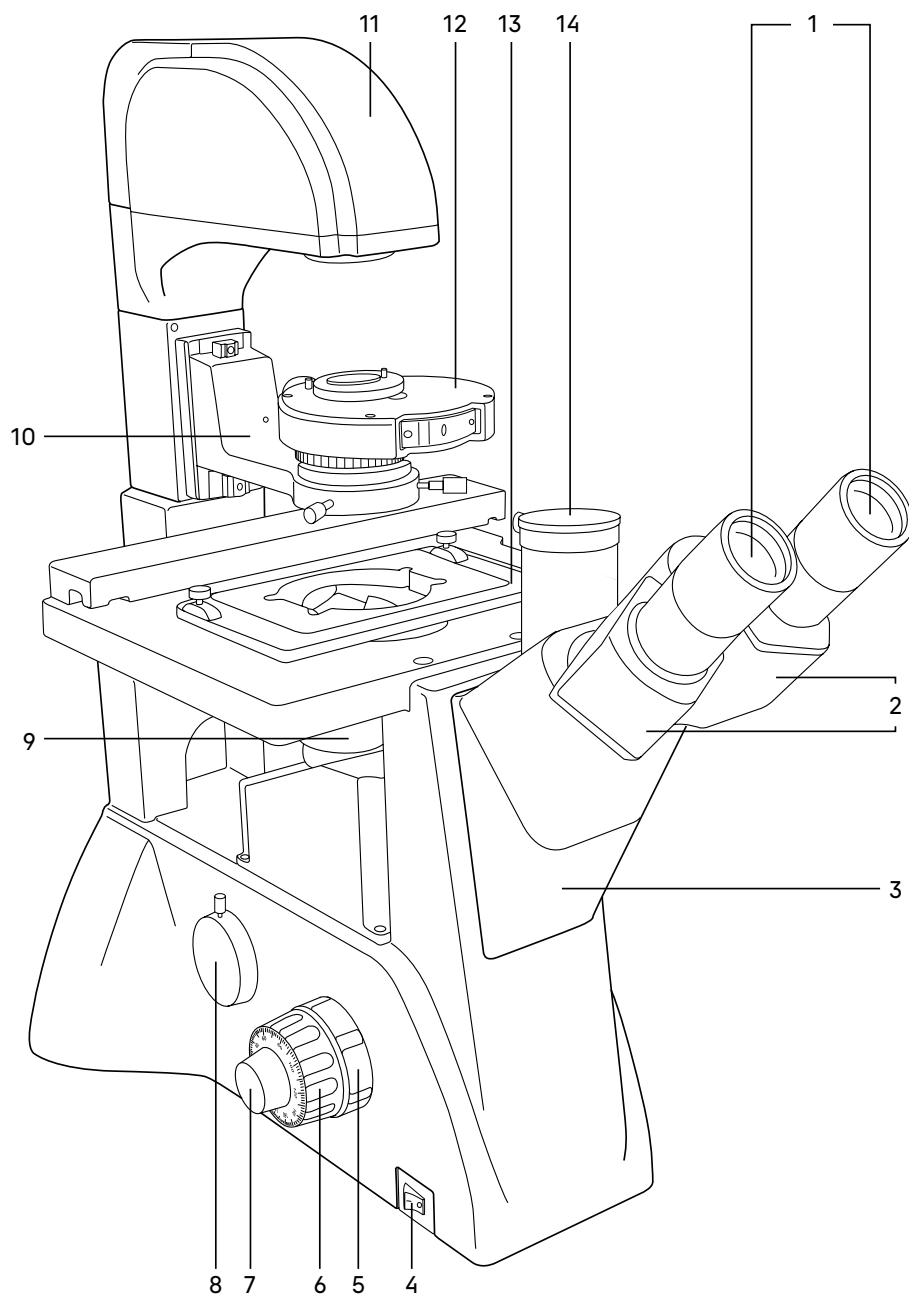
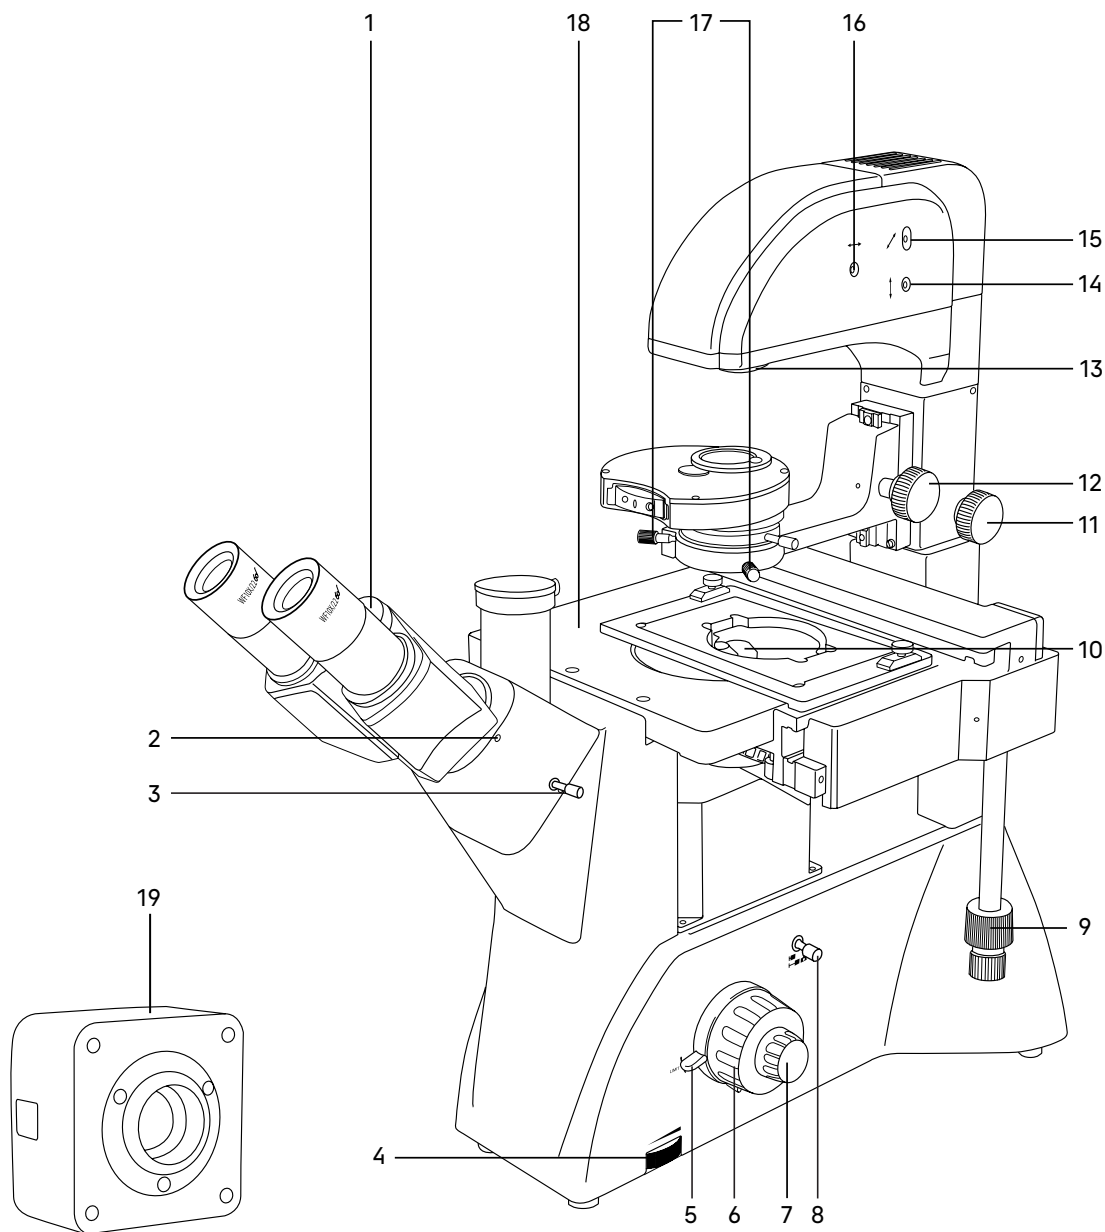

Рис. 1. Микроскоп MAGUS Bio VD350. Вид слева
Рис. 2. Микроскоп MAGUS Bio VD350. Вид справа
Общий вид микроскопа представлен на рис. 1 и 2.
Штатив имеет устойчивую эргономичную конструкцию. На штативе 3 (рис. 1) микроскопа закреплены:
- револьвер 9 (рис. 1) с объективами;
- предметный столик 18 (рис. 2);
- кронштейн конденсора 10 (рис. 1);
- осветитель 11 (рис. 1);
- визуальная насадка 2 (рис. 1).
На левой боковой поверхности штатива расположен выключатель 4 (рис. 1) сетевого напряжения. В положении «←» включается, а в положении «0» выключается сетевое напряжение.
На правой боковой поверхности штатива расположен диск 4 (рис. 2) для регулировки напряжения питания источника света.
На левой боковой поверхности штатива расположен канал визуализации 8 (рис. 1) для установки камеры. Микроскоп укомплектован адаптером C-mount 1x, который устанавливается в этот канал и закрепляется в нем винтом. На адаптер устанавливается камера. Камера служит для вывода изображения на экран компьютера или монитор/телевизор.
Фокусировка на объект осуществляется перемещением по высоте револьверного устройства с объективами. Грубая фокусировка производится вращением коаксиальных рукояток 6 (рис. 1, 2), расположенных по обеим сторонам штатива.
Тонкая фокусировка производится вращением рукояток 7 (рис. 1, 2), расположенных по обеим сторонам штатива. Тонкая фокусировка требуется для более точного фокусирования на объект и для подфокусировки микроскопа на резкость изображения при смене объективов и препаратов.
Механизм регулировки жесткости хода грубой фокусировки 5 (рис. 1) – кольцо между штативом и рукояткой грубой фокусировки с левой стороны. С помощью кольца регулируется жесткость хода грубой фокусировки так, чтобы жесткость была комфортной для пользователя, но при этом револьвер с объективами не опускался самопроизвольно во время работы.
Рукоятка блокировки грубой фокусировки 5 (рис. 2) расположена с правой стороны. После завершения грубой фокусировки рекомендуется перевести рычаг в крайнее положение в направлении по часовой стрелке. Таким образом закрепится положение грубой фокусировки для быстрой рефокусировки после смены препарата.
Тринокулярная визуальная насадка обеспечивает визуальное наблюдение изображения объекта. Насадка закреплена на штативе 3 (рис. 1). В гнездо насадки устанавливается блок окулярных тубусов и закрепляется винтом. При установке повернуть тубусы 2 (рис. 1) вверх или вниз для удобства наблюдения в зависимости от роста пользователя.
Изменение межзрачкового расстояния в насадке осуществляется разворотом окулярных тубусов 2 (рис. 1) в пределах 48–75 мм. Значение расстояния, установленного в соответствии с глазной базой наблюдателя, отсчитывается по шкале 1 (рис. 2) на насадке.
В вертикальный тубус 14 (рис. 1) корпуса визуальной насадки (канал визуализации) с помощью переходника C-mount устанавливается система визуализации с монитором. Переключение светового потока на вертикальный тубус производится рукояткой 3 (рис. 2). Рукоятка имеет два положения: 100/0 и 50/50.
В комплект микроскопа входят окуляры 1 (рис. 1). Окуляры имеют высокое положение выходного зрачка и предназначены для работы как в очках, так и без них.
Револьверное устройство 9 (рис. 1) обеспечивает установку пяти объективов. Смена объективов производится вращением револьверного устройства за конусную рифленую поверхность до фиксированного положения.
Объективы 10 (рис. 2) рассчитаны на механическую длину тубуса «бесконечность». Парфокальная высота объективов составляет 45 мм, линейное поле зрения в плоскости изображения – 22 мм. Объективы длиннофокусные, рассчитаны на посуду с толщиной дна 1,2 мм.
Осветитель 11 (рис. 1) неподвижно закреплен на штативе микроскопа. Источник света – галогенная лампа 12 В/30 Вт юстируется относительно оптической оси и линзы коллектора тремя винтами 14, 15, 16 (рис. 2). В осветителе закреплен коллектор с полевой диафрагмой, которая регулируется в зависимости от увеличения объектива, введенного в оптическую ось.
Важная часть осветительной системы – конденсорное устройство. Кронштейн конденсора 10 (рис. 1) закреплен на штативе. Перемещение осуществляется ручкой 12 (рис. 2). В кронштейн установлено конденсорное устройство 12 (рис. 1). Тип крепления «под винт». Конденсор может быть использован для наблюдения по методу светлого поля и фазового контраста. Во вращающемся диске находятся кольцевые диафрагмы для работы с фазовыми объективами 10x, 20x, 40x и свободное отверстие для пропускания всего пучка света. Смена кольцевых диафрагм производится вращением диска за накатанную часть до фиксации. В окне кожуха конденсора появляется цифра, соответствующая увеличению применяемого фазового объектива, цифра «0» соответствует свободному отверстию. Под вращающимся диском расположена ирисовая диафрагма, которая позволяет настроить определенную апертуру для работы с объективами светлого поля. Для достижения большей контрастности можно воспользоваться светофильтрами, входящими в комплект микроскопа. Светофильтры устанавливаются в откидную оправу конденсора.
Центрировка конденсора в оптической оси осуществляется винтами 17 (рис. 2). При работе с высокой посудой конденсорное устройство можно вывести из оптической оси. Ручка 11 (рис. 2) служит для фиксации устройства.
Предметный столик 18 (рис. 2) закреплен неподвижно на штативе. К столику прикреплено устройство, которое обеспечивает перемещение объекта в двух взаимно перпендикулярных направлениях. Перемещение осуществляется с помощью рукояток 9 (рис. 2), расположенных на одной оси.